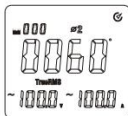

Figura 11-2
- Apăsați tasta SELECT pentru a selecta locația celei de-a doua faze, așa cum se arată în Figura 11-2. De asemenea, poate afișa puterea aparentă, tensiunea și curentul locației fazei 2.